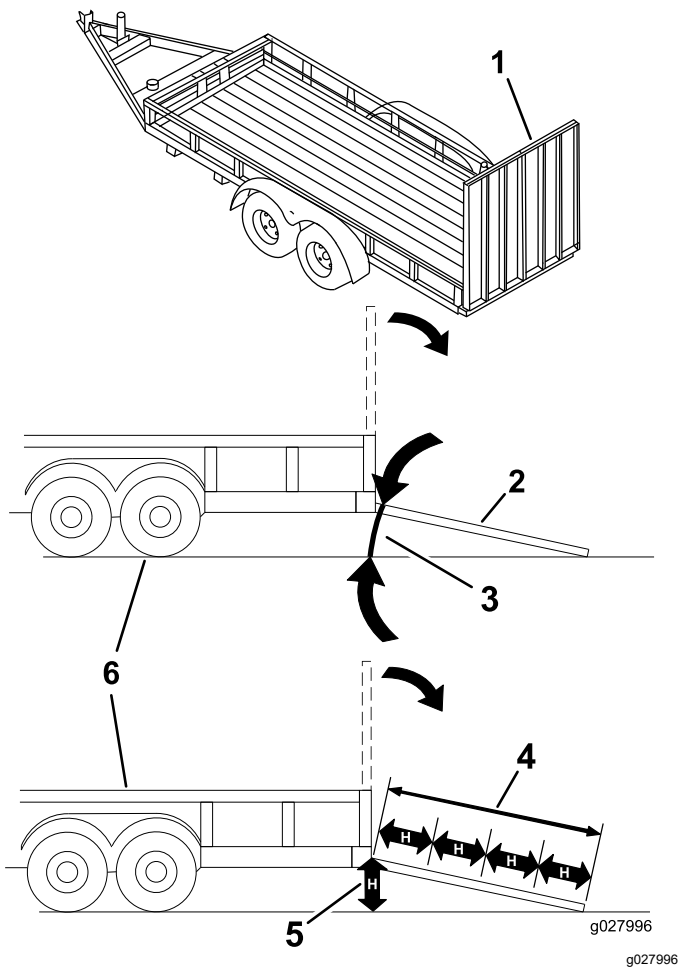

Figura 34
**El cargar la máquina en un remolque o un camión aumenta la posibilidad de un vuelco y podría causar lesiones graves o la muerte (Figura 34).**
1. Baje la rampa, asegurándose de que el ángulo entre la rampa y el suelo no supera los 15 grados (Figura 34).